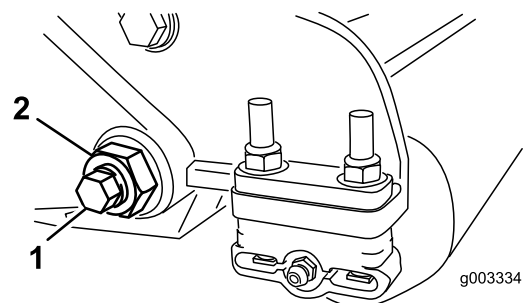
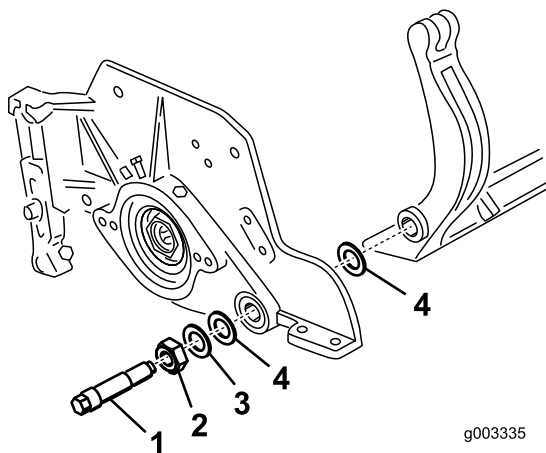

Figure 38
Figure 39
3. De chaque côté de la machine, desserrez le contre-écrou de fixation du boulon de la barre d'appui (Figure 38).
4. Retirez les boulons de la barre d'appui afin de pouvoir abaisser la barre et la déposer du boulon de la machine (Figure 38). Mettez de côté 2 rondelles en nylon et 1 rondelle en acier estampé à chaque extrémité de la barre d'appui (Figure 39).
Remarque: Placez une rondelle en nylon de chaque côté du bossage de la plaque latérale. Placez une rondelle en acier à l'extérieur de chaque rondelle en nylon (Figure 39).